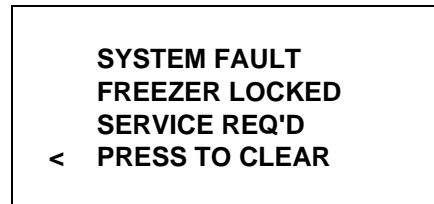

Abbildung 180
2. Während des Pasteurisierungszyklus ist ein Temperaturfühler-Defekt eingetreten (Thermistor im Gefrierzylinder, Vorratsbecken oder Glykolsystem). (Siehe Abbildung 180.)